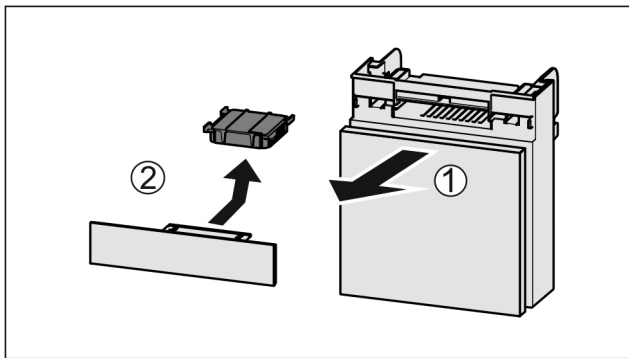

Fig. 175
- ▶ Extraire le compartiment par l'avant Fig. 175 (1).
- ▶ Sortir le filtre à charbon actif Fig. 175 (2).